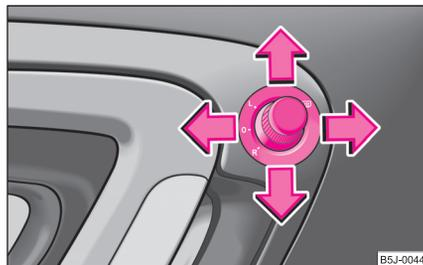

Fig. 44 Parte interior de la puerta: Botón giratorio
- Gire el botón giratorio a la posición  ⇒ fig. 44.